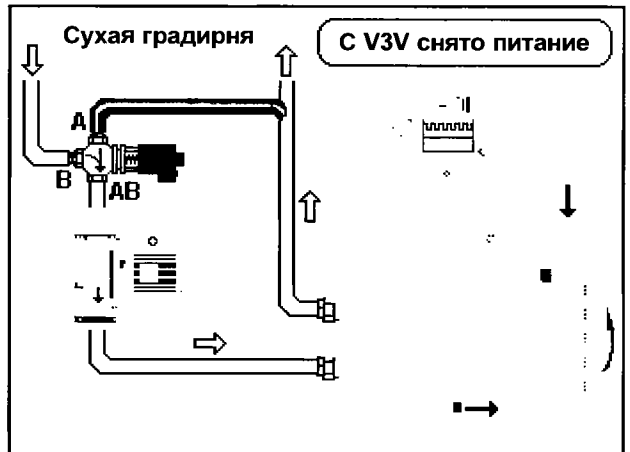

Рис. 98.76.
На рис. 98.76 вы найдете решение упражнения 2, где нормально открытый (NO) клапан V3V установлен по схеме смешения (см. схему 2 на рис. 98.34).